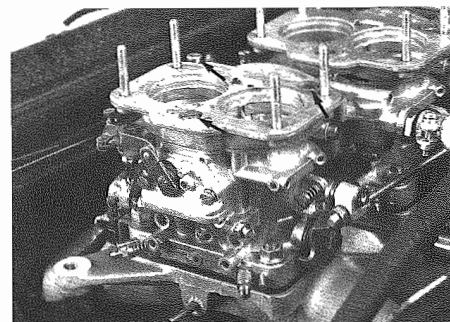

Fig. 11 - Viti fissaggio coperchio carburatore
- Smontare il coperchio carburatore (**Fig. 11**): togliere la guarnizione.
- Disassembly carburettor cover (**Fig. 11**): take out the gasket.